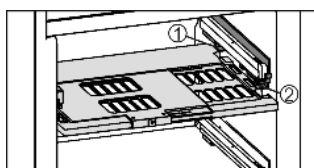

Fig. 9
- Установка пластины регулировки влажности: поперечные ребра крышки на пластине вставить через низ в задний держатель Fig. 9 (1) и защелкнуть спереди на держателе Fig. 9 (2).